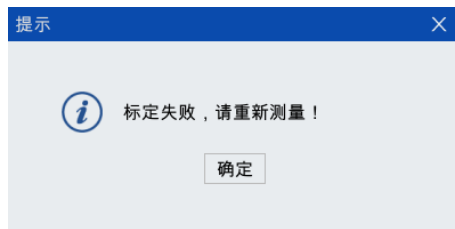

图 5-4 “标定失败，请重新测量！”提示框
- 全部标定成功后，点击图 5-3 下方的【计算】按钮计算误差，如果超出误差范围，此时会弹出如图 5-4 所示的“标定失败，请重新测量！”提示框，那么需要重新标定，直至误差允许范围内；若在误差允许范围内，会弹出如图 5-5 所示的“标定成功，是否保存？”提示框，点击【确定】按钮，弹出如图 5-6 所示的“保存成功”提示框，即完成标定。